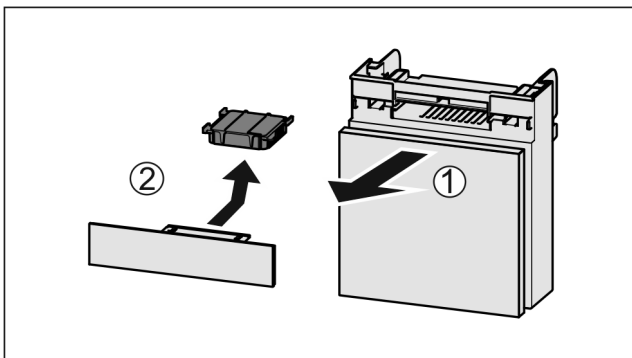

Fig. 140
- ▶ Издърпайте Fig. 140 (1) напред от отделениято.
- ▶ Извадете Fig. 140 (2) филтъра с активен въглен.